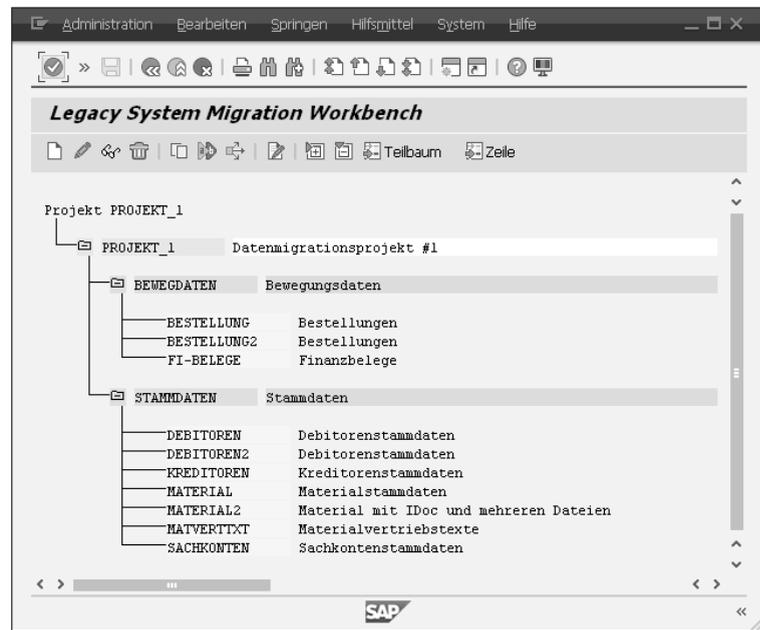

Abbildung 6.6 LSMW – Übersicht über ein Projekt
- ▶ Die Schaltfläche ALLE OBJEKTE DES PROJEKTS führt Sie zu einer Übersicht aller Teilprojekte und Objekte des ausgewählten Projekts. Abbildung 6.6 zeigt diese Darstellung für unser Projekt PROJEKT_1 mit allen Teilprojekten und Objekten.